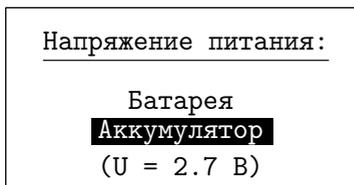

Рис. 3.39
3.7.3. **"Питание"** (Рис. 3.39).